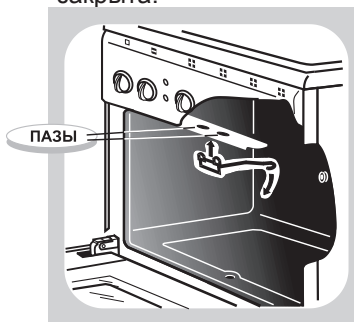

Рис. 15
- Установите крючок, для чего вставьте «усы» крючка в пазы верхней полки проема духовки и опустите крючок вниз (рис.15, 16).